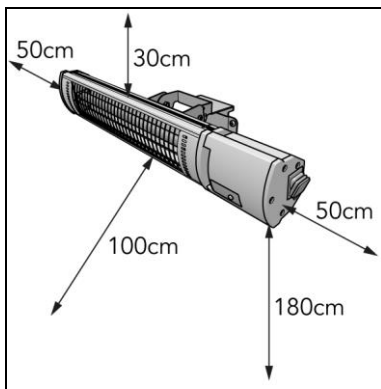

Figure 8
2. Placez l'appareil à une distance minimale (figure 8) de :